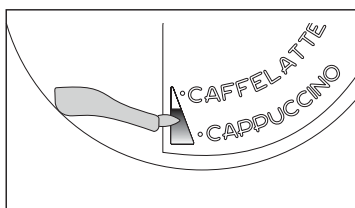

Fig. 41
- ▶ Poziționați regulatorul pentru spuma de lapte (C1) între cuvintele CAPPUCCINO și CAFFELATTE imprimate pe capacul recipientului de lapte. Cantitatea de spumă poate fi reglată prin deplasarea regulatorului către cuvântul CAFFELATTE pentru o spumă mai densă. Deplasându-l spre cuvântul CAPPUCCINO se obține o spumă mai puțin densă (Fig. 41).